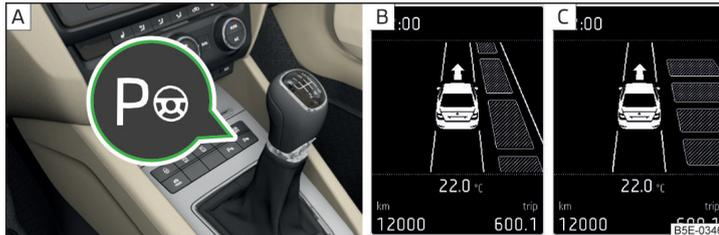

Abb. 144 Systemtaste / Displayanzeige
Bei aktiviertem System leuchtet in der Taste die Kontrollleuchte **P** » Abb. 144 auf Seite 153 - **A**.
- **Einmal** die Symboltaste **P** » Abb. 144 drücken.
Im Display wird Folgendes angezeigt » Abb. 144 - **B**.
- **Zweimal** die Symboltaste **P** » Abb. 144 drücken.
Im Display wird Folgendes angezeigt » Abb. 144 - **C**.
- **Einmal** die Symboltaste » Abb. 144 auf Seite 153 drücken.